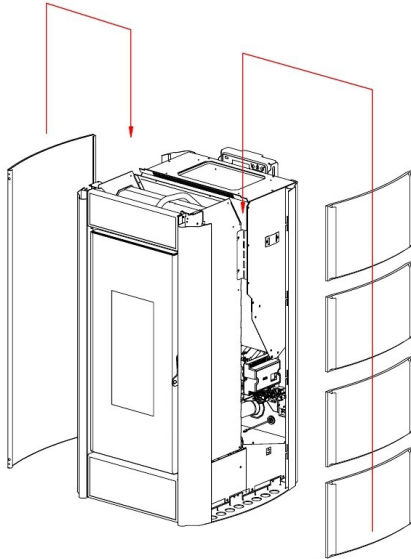

Fig. 25 - De zijpanelen invoegen
- Breng de zijpanelen van bovenaf op de daarvoor bestemde geleiders aan en laat ze langzaam volledig omlaag schuiven (zie Fig. 25 op pag. 20).